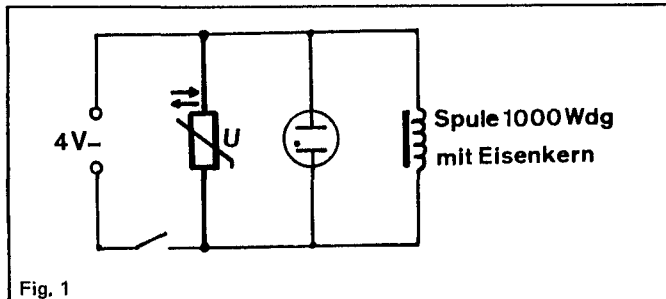

Fig. 1
4.1 Spannungsabhängiger Widerstand (VDR, Varistor) zur Unterdrückung von Induktionsspannungsspitzen (Fig. 1).